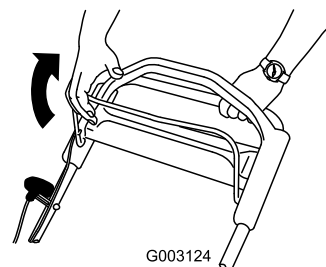

Figure 21
2. Serrez la barre de commande de la lame contre le guidon (Figure 21).